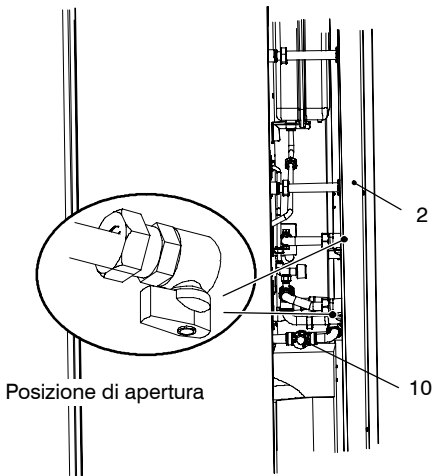
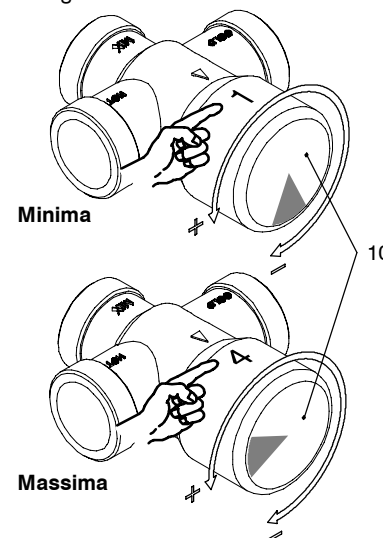

fig. 2.1
fig. 2.6
- 1 Aprire la porta accesso rubinetti 2 (lato destro caldaia) e verificare che i rubinetti della caldaia siano aperti fig. 2.1
La temperatura dell'acqua calda sanitaria può essere regolata in caldaia da un minimo di 42°C ad un massimo di circa 55°C, ruotando la manopola 10 indicata fig. 2.6
Ruotando la manopola 10 in fig. 2.1 – fig. 2.6 in senso antiorario la temperatura aumenta, mentre ruotandola in senso orario diminuisce.
La caldaia infatti, per la produzione di acqua calda, utilizza un sistema integrato tra uno scambiatore istantaneo, un serbatoio dinamico e una valvola miscelatrice sanitaria 10 in fig. 2.1, questo per ottenere prestazioni di assoluto rilievo.